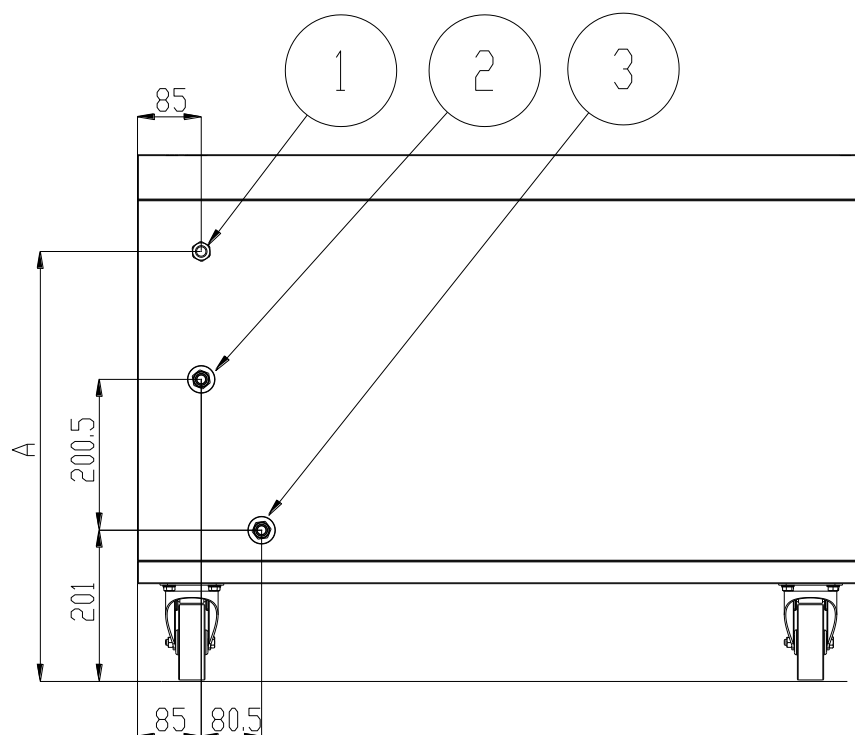

Fig.4.1 Positions des branchements
Pour le branchement électrique, se référer à la Fig. 4.1 où la position de l'entrée électrique est mise en évidence (1).
Pour la position exacte de l'arrivée et de l'évacuation de l'eau voir Fig.4.1